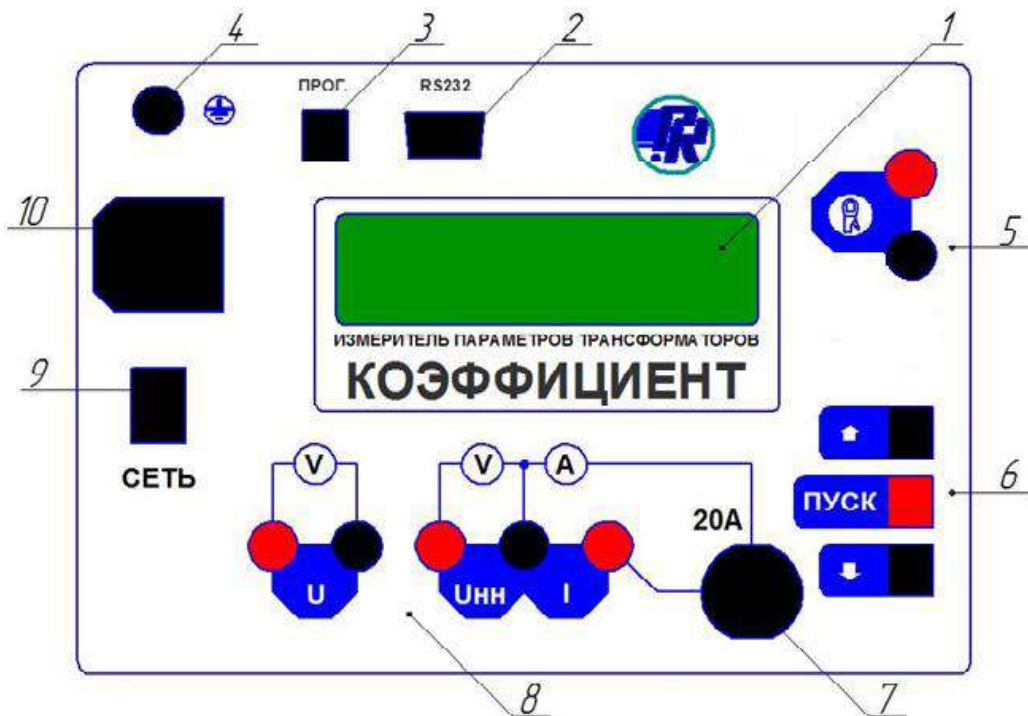

Рисунок 2.2
2.5.3 На лицевой панели измерителя (рисунок 2.2) расположены: